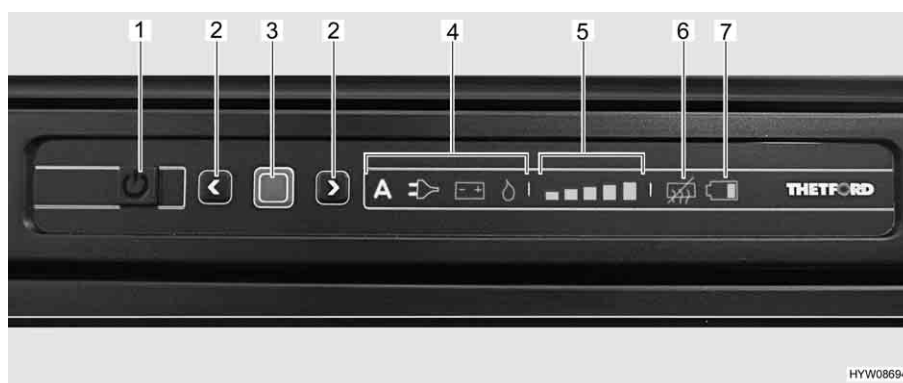

Bild 179 Reglage, knappar för kylskåpet
När kylskåpet slås på väljs automatiskt den senast inställda termostatinställningen. Denna inställning kan ändras manuellt med pilknapparna (Bild 179,2). De lysande staplarna på kylnivåindikatorn (Bild 179,5) visar den valda termostatinställningen.
Med hjälp av pilknapparna (Bild 179,2) ställs kyltemperaturen in för alla tre energikällorna. Det tar några timmar innan kylskåpet uppnår inställd drifttemperatur. Om en omkoppling sker till ett andra driftläge förändras termostatinställningen inte. Kyltemperaturen bibehålls oberoende av den valda energikällan.
- Tryck på på/av-knappen (Bild 179,1) i en sekund. Knappen tänds grönt. Indikeringen lyser i 10 sekunder och slocknar sedan av energibesparingsgrunder.
- Tryck på bekräftelseknappen (Bild 179,3). Den aktuella inställningen för driftläget visas.
- Tryck ned bekräftelseknappen (Bild 179,3) i cirka 2 sekunder. Symbolen för driftläge (Bild 179,4) blinkar.
- Med pilknapparna (Bild 179,2) väljer du önskat driftläge.
- Tryck ned bekräftelseknappen (Bild 179,3) i cirka 2 sekunder. Symbolen för driftläge blinkar.
- Tryck på bekräftelseknappen igen. Indikeringen för kylstegen (Bild 179,5) blinkar.
- Med pilknapparna (Bild 179,2) väljer du önskad-kyleffekt.
- Tryck på på/av-knappen (Bild 179,1) i cirka 2 sekunder. Alla lampor slocknar.
- Tryck samtidigt ner pilknapparna (Bild 179,2) i ca. 2 sekunder. Symbolen volt "Antikondensation av" (Bild 179,6) tänds.
- Tryck samtidigt ner pilknapparna (Bild 179,2) i ca. 2 sekunder. Symbolen volt "Antikondensation av" (Bild 179,6) släcks.